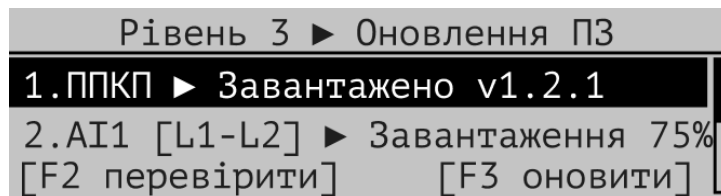

Рисунок 11.4.3 – Приклад вікна «Вбудоване ПЗ»
- 5) в розділі меню «Вбудоване ПЗ» за допомогою кнопок  та  вибрати пункт «ППКП» або «AI» та натиснути кнопку [F3] (див. Рис. 11.4.3).
5) в розділі меню «Вбудоване ПЗ» за допомогою кнопок  та  вибрати пункт «ППКП» або «AI» та натиснути кнопку **[F2]**, щоб зробити запит на перевірку наявності нової версії на Tiras CLOUD II (див. Рис. 11.4.3).
При виборі пункту «ППКП» або «AI» на дисплеї ППКП з'являється повідомлення зі статусом прогресу завантаження ВПЗ (див. Рис. 11.4.3).